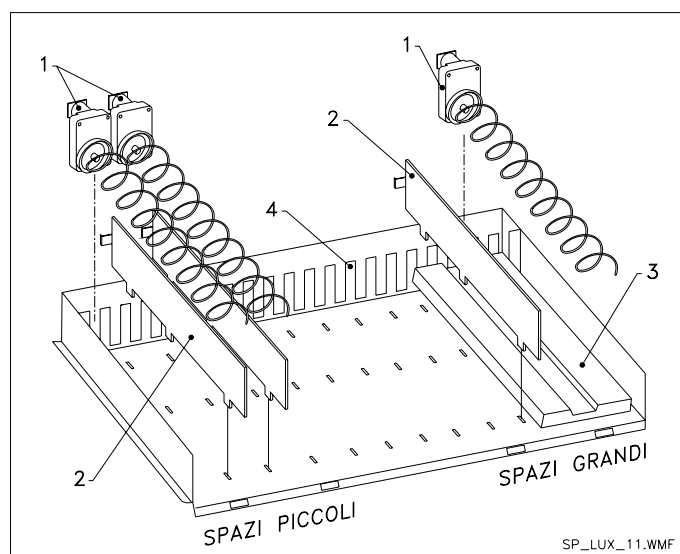

FIG. 10
9.6 ISTRUZIONI PER LA CONVERSIONE DEI CASSETTI (FIG. 10). da spazio grande a due spazi piccoli.
9.7 ISTRUZIONI PER LA CONVERSIONE DEI CASSETTI (FIG. 10). da due spazi piccoli ad uno spazio grande.